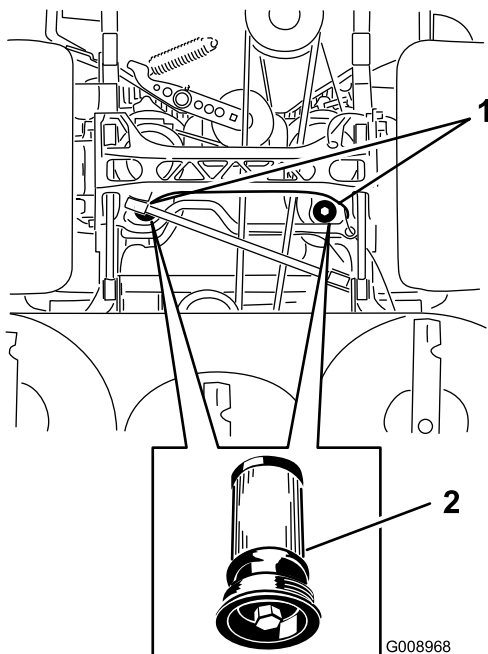

Figure 91
5. Placez un bac de vidange sous le filtre, retirez le filtre usagé et essuyez la surface (Figure 91).
6. Appliquez une fine couche d'huile hydraulique sur le joint en caoutchouc du filtre de rechange (Figure 91).